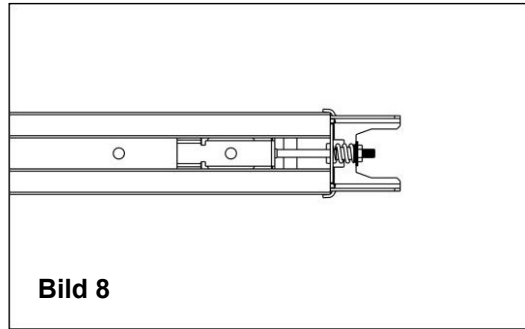

Bild 8
7. Ziehen Sie die Mutter fest, bis die Feder wie in Abbildung 8 fast vollständig zusammengedrückt ist. Die Schiene ist nun fertig montiert.